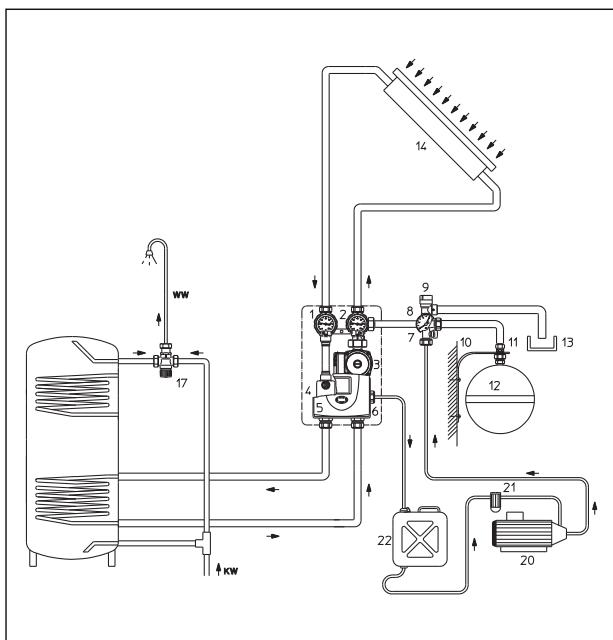

Bild 14: Solarkreis spülen
- Solarkreis mit Wärmeträgermedium spülen (siehe Bild 14)
- Befüllpumpe (20) nicht im Trockenlauf betreiben!
- Filter (21) verwenden (ist in den meisten mobilen Befüllstationen bereits integriert)
Eine Mobile Befüllstation ermöglicht die schnelle und saubere Spülung und Befüllung thermischer Solaranlagen – somit wird eine prozesssichere Entlüftung gewährleistet (siehe Bild 14).